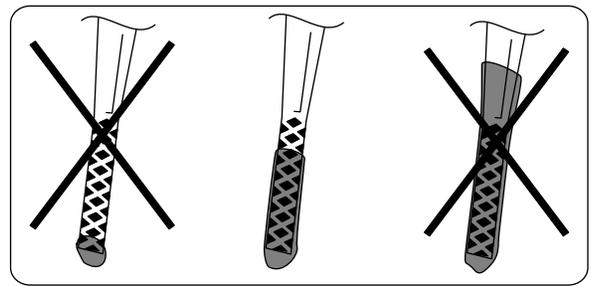

Figure 13
2. Sortez de nouveau la jauge et contrôlez le niveau d'huile (Figure 13).
Si il n'y a pas de trace d'huile sur la jauge, versez de l'huile **avec précaution** dans le tube de remplissage, en vérifiant régulièrement le niveau sur la jauge, jusqu'à ce que la jauge indique que le moteur est plein, comme indiqué à la Figure 13. **Ne remplissez pas excessivement.** (Remplissage max. : 0,55 l, type : huile détergente SAE 30 de classe de service API, SH, SJ, SL ou supérieure.)
1. Retirez la jauge, essuyez-la sur un chiffon propre puis replacez-la dans le goulot de remplissage, sans la visser (Figure 13).